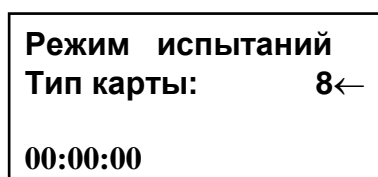

Рис.3
7.2.1. Для проведения испытаний необходимо сначала вставить карту в предназначенный для этого разъем. Тогда на дисплее появится текст как на рис.3. Без вставленной карты режим испытаний блокируется. Карта вставляется контактами кверху в направлении, указанном стрелками на верхней стороне карты. Возможно проведение испытаний карт с восемью и шестью контактами, расположение которых соответствует ISO 7816-1 и ISO / IEC 10373.